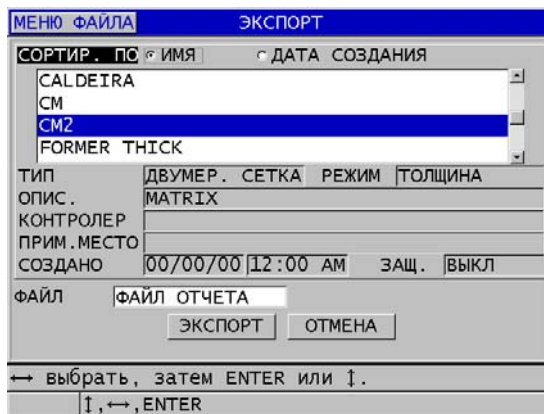

Рис. 14-5 Окно ЭКСПОРТ
5. В окне **ЭКСПОРТ** (см. Рис. 14-5 на стр. 265):